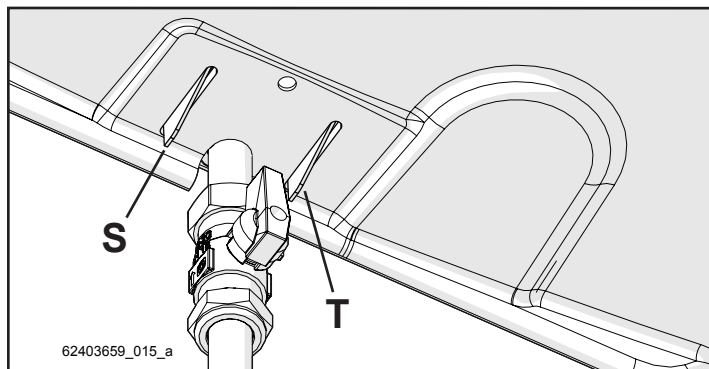
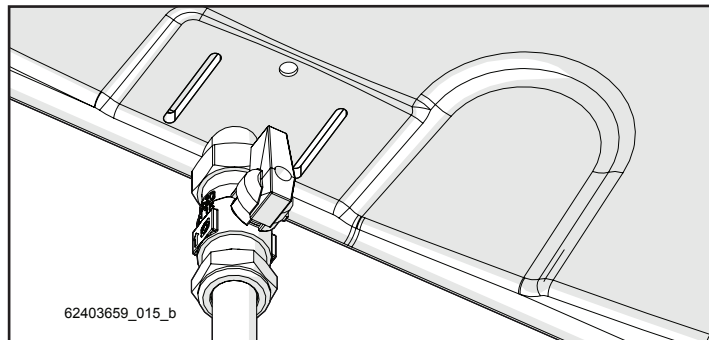
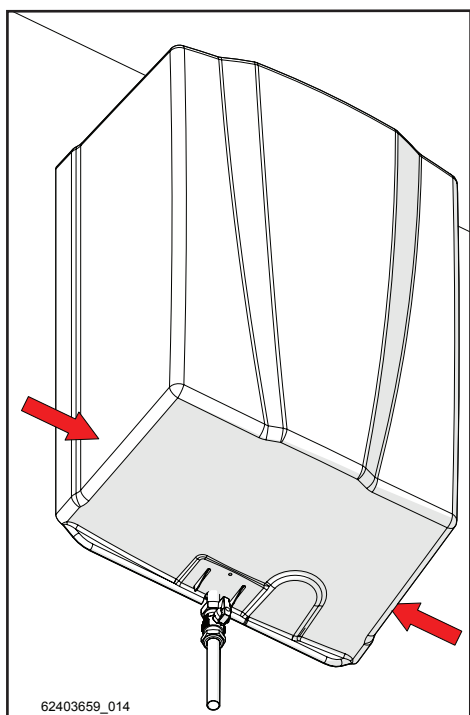

Figure 5-58
Figure 5-59
Figure 5-57
- 2.- Appliquer une pression avec les mains sur les zones indiquées par les flèches illustrées à la Figure 5-57; en passant de la position des deux mouchoirs « S » et « T » représentés à la Figure 5-58 à la position de la Figure 5-59;